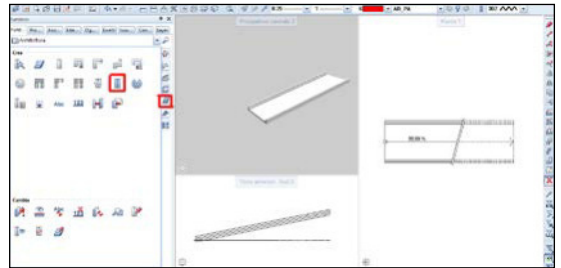

Fig. 43b
- Cliccando sull'icona comparirà una finestra dove sarà possibile modificare tutte le misure della rampa tra cui lunghezza, altezza, profondità ecc.... (Fig. 43b)